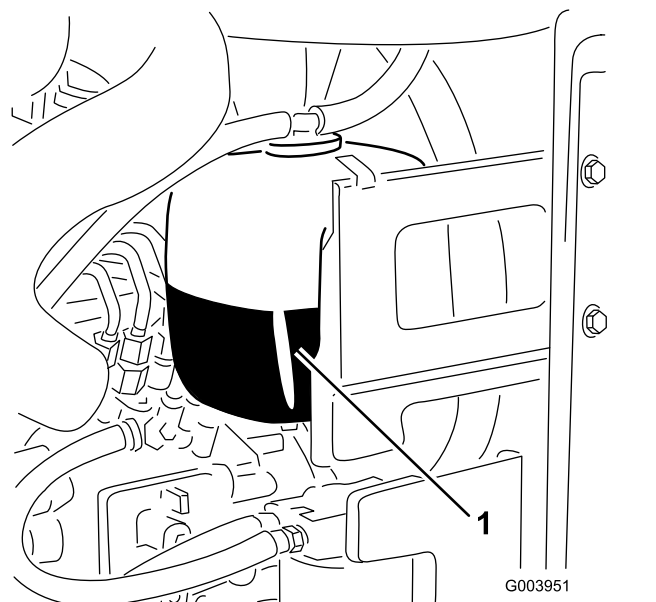

Figura 32
1. Controllate il livello di refrigerante nel serbatoio di espansione (Figura 32).